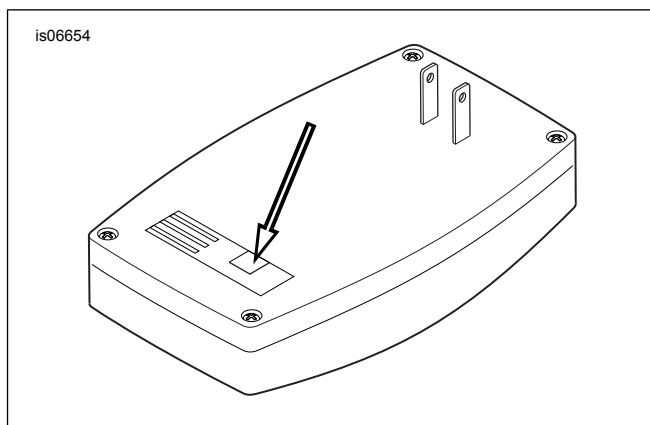

Figure 1. Récepteur de l'ouvre-porte de garage, vue arrière
7. Voir Figure 1. Brancher le connecteur de l'ensemble de câble du récepteur de l'ouvre-porte de garage Harley-Davidson sur l'arrière du récepteur de l'ouvre-porte de garage Harley-Davidson à l'emplacement indiqué.